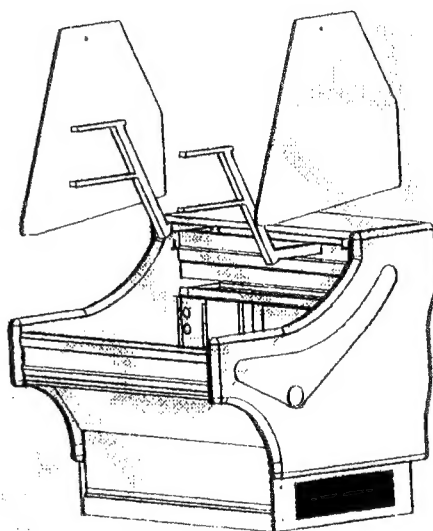

Fig.3
- ⇒ Après avoir placée la vitrine à l'endroit choisi, procédez aux opérations de montage en suivant les instructions indiquées avec les figures 3 à 7.
- ⇒ Retirer le film protecteur du plan de travail. Placer les supports des vitres comme indiqué sur la figure 3 et fixer les vis respectives.
- ⇒ Remove protective film from rear stainless steel serving shelf. Fit F bracket glass shelf supports (Fig. 3) and adjust the fixing screws.